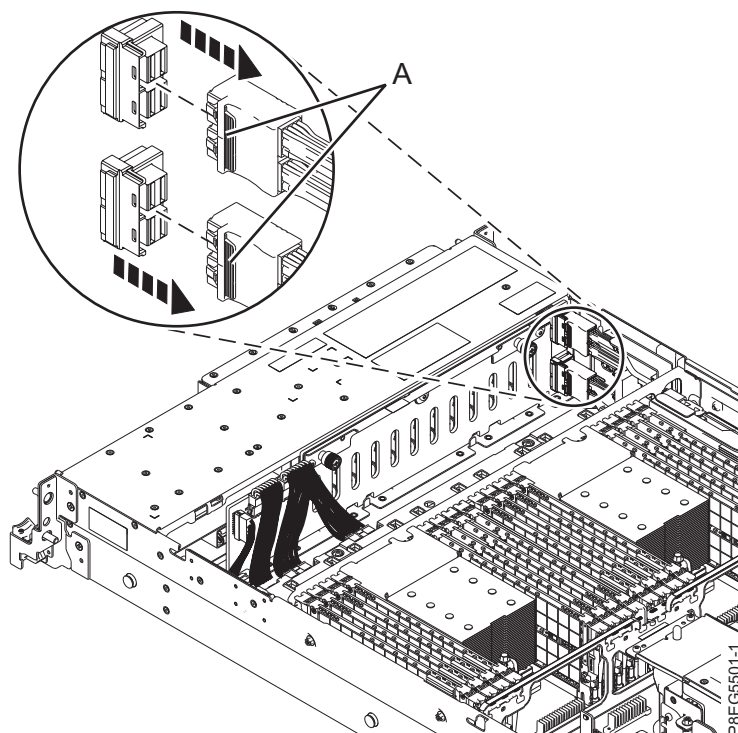

図 1. 前面 SAS ケーブルをディスク・ドライブ・バックプレーンから取り外す
3. スロット P1-C14 の SAS RAID 内部アダプターに接続されている下部の SAS ケーブルを取り外す必要があります。スロット P1-C14 の SAS RAID 内部アダプターに接続されている前面 SAS ケーブルに、ラベルを貼ります。3 ページの図 1 に示すように、止め金 (A) を押さえてこのケーブルのコネクターのプラグをディスク・ドライブ・バックプレーンから抜きます。このケーブルの反対側の